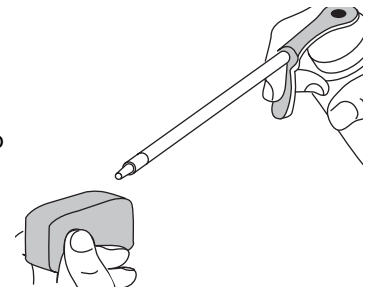

Fig. 29
- Aplique suficiente aceite limpio de motor SAE 30 para recubrir ligeramente el filtro (Fig. 29).